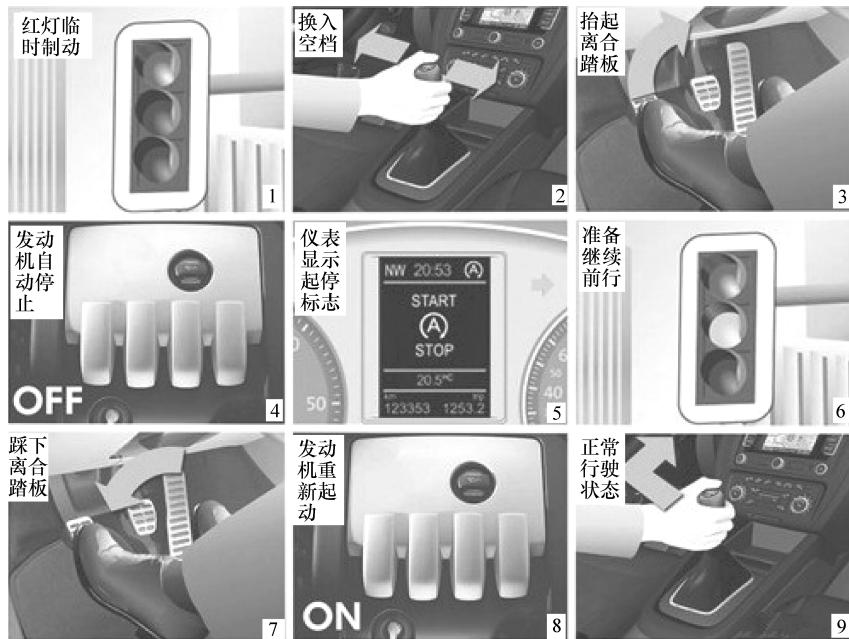

图 1-15 手动档车型起停系统工作顺序
1) 手动挡车型。当车辆处于怠速状态时，发动机自动关闭，而需要重新起动时，驾驶人直接踩离合踏板，发动机将自动起动。如图 1-15 所示，以车辆过红绿灯为例说明起停系统工作顺序。